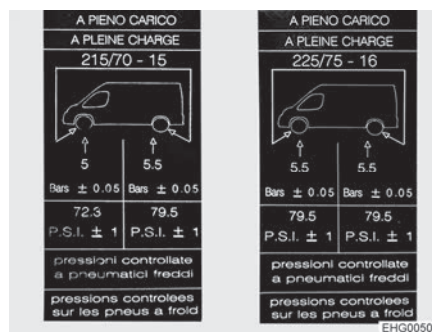

Bild 188 Hinweisaufkleber zum Reifendruck an B-Säule (Beispiel)
- ▷ Hinweisaufkleber mit dem benötigten Reifendruck sind auf der Innenseite der B-Säule angebracht (siehe Bild 188).